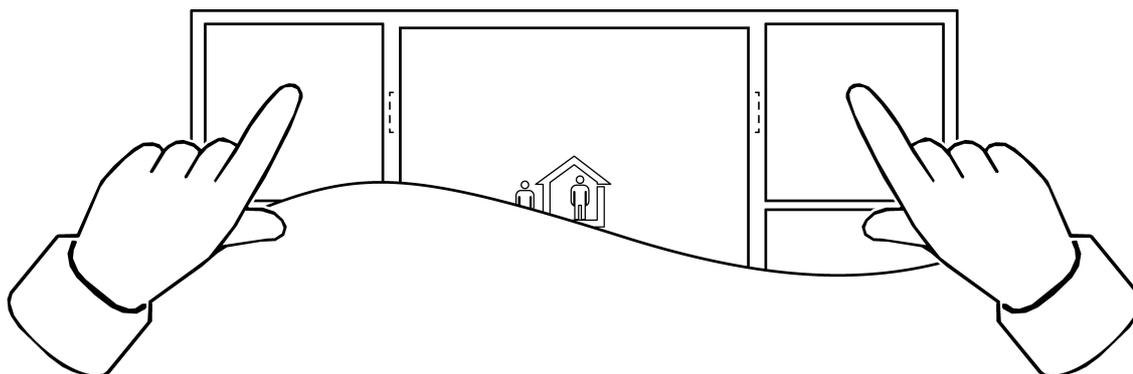

Figure 1: Ouvrir ou quitter le menu
- Accéder au menu : appuyer simultanément sur les deux touches supérieures (figure 1).